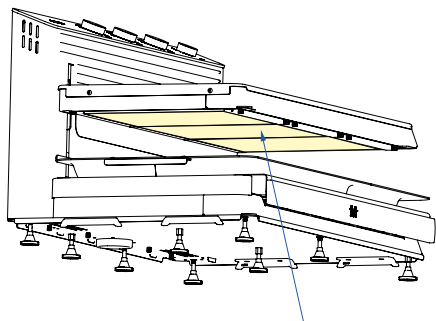

Figura 24
- I modelli MiiTi 06 sono dotati di 3 vetri di protezione del filamento (Figura 24).